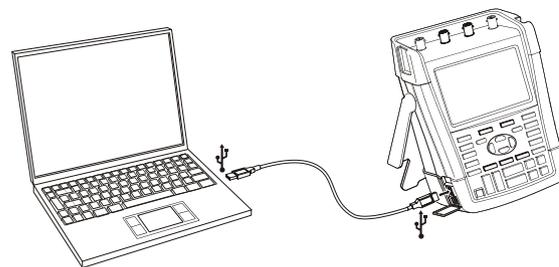

Рис. 36. Подключение компьютера
- Используйте кабель с разъемами USB типа A и мини-USB типа B для соединения компьютера с мини-USB-ПОРТОМ измерительного прибора (см. Рис. 36).